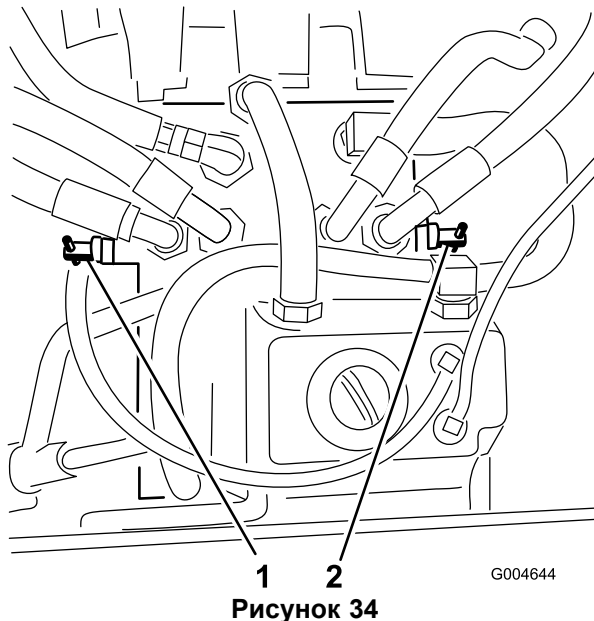

Рисунок 34
3. Поверните каждый перепускной клапан на 1 оборот против часовой стрелки (Рисунок 34).
Поверните каждый перепускной клапан на 1 оборот по часовой стрелке и затяните клапаны от руки (момент затяжки примерно 8 Н-м) (Рисунок 34).